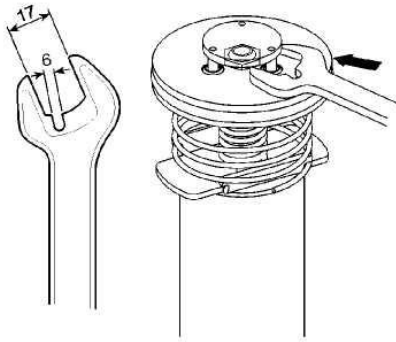

Рис. 9
1. Закрепите корпус пневматического двигателя (14) в тисках и отвинтите колпак пневматического двигателя (1) с помощью v-образного ключа, который вставляется в отверстия, расположенные в верхней части колпака.
2. Проверьте верхнюю пружину (2) и упор пружины (3) внутри колпака пневматического двигателя (1). При наличии повреждения замените.
3. Снимите нижний пружинный кольцевой замок (15) и глушитель (16). Приподнимите реверсивный механизм (4), так, чтобы отверстие в поршне насоса (9) было видно через отверстие глушителя. Вставьте в отверстие стальной стержень (8 мм), для того чтобы зафиксировать поршень.
4. С помощью специального 17-миллиметрового гаечного ключа (см. рис. 9) отсоедините реверсивный механизм (4).